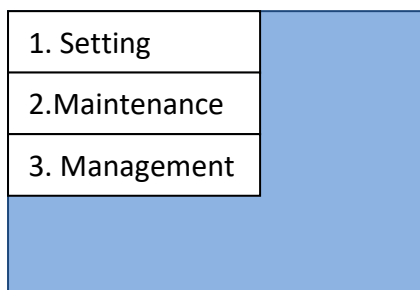

Figura 23 - Schermata principale di configurazione
- 1) Nella schermata in Figura 23, selezionare la voce '3. Management' e premere su Conferma/Avvio. Attendere la comparsa della pagina in Figura sotto.